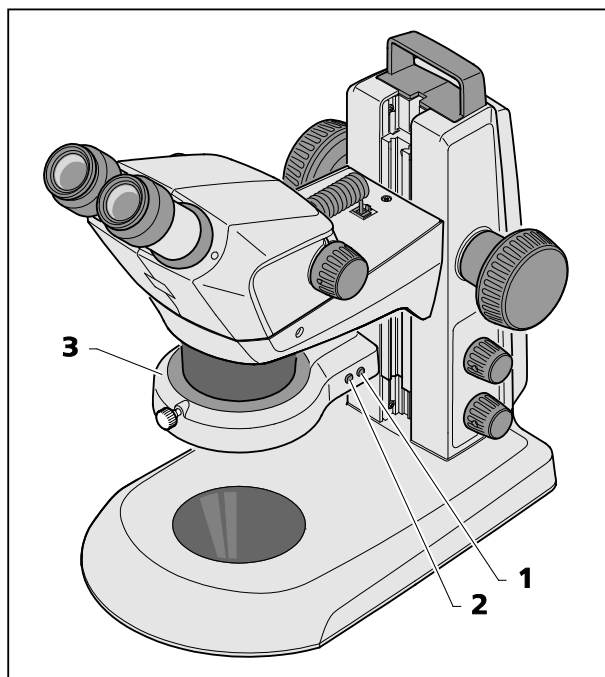

Fig. 23 Éclairage annulaire
- En appuyant de manière successive sur le bouton avant (Fig. 23/2), vous modifiez graduellement la situation d'éclairage de l'éclairage annulaire (Fig. 23/3).
- Si vous appuyez maintenant une fois sur le bouton arrière (Fig. 23/1), le segment d'éclairage se déplace d'un quart de cercle dans le sens horaire.
- Si vous appuyez sur le bouton arrière (Fig. 23/1) et si vous le gardez appuyé pendant plus de 2 secondes, le segment d'éclairage se déplace de manière continue (rotation par segment d'un 8ème de cercle, à raison d'une seconde par rotation).
- Si vous appuyez de nouveau sur le bouton arrière (Fig. 23/1), vous arrêtez la rotation et l'objet est de nouveau éclairé à l'arrière.